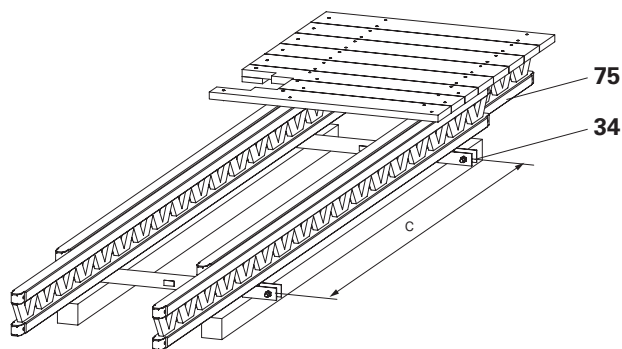

Fig. C4.01
1. Misurare e allineare la trave per piattaforma finale (**34**) su travetti squadri in base alla distanza tra le guide di ripresa specifica del progetto (c). (Fig. C4.01)